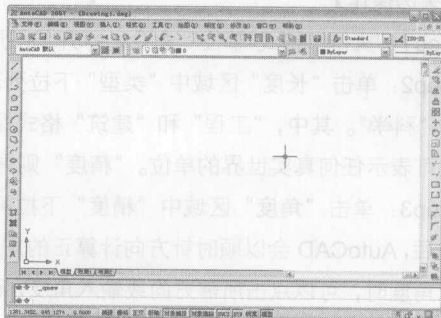

图 1.1.2
Step2: 然后在对话框中选择“acad”样板，按下  按钮，新建一个图形文件，如图 1.1.2 所示。